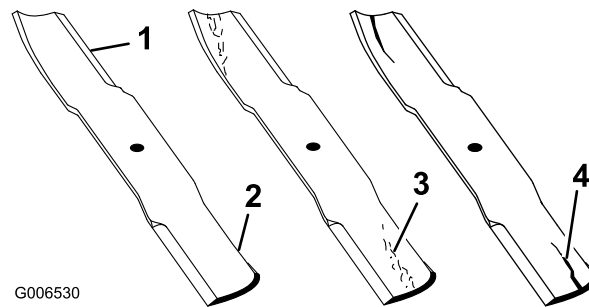

Figure 91
- Examinez le tranchant des lames (Figure 91). Si les lames coupent mal ou présentent des indentations, déposez-les et aiguiser-les (voir Aiguisage des lames).
- Inspectez les lames, surtout la partie relevée (Figure 91). Remplacez immédiatement toute lame endommagée, usée ou qui présente une entaille (Figure 91).